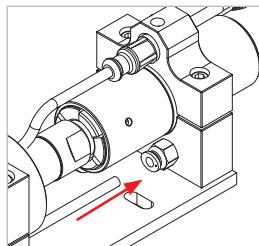

Figure 7
- ▶ Introduisez la conduite de lavage des nozzles de ravitaillement dans le raccord de la coquille de support côté nozzle (pos. 11, *Figure 7*).